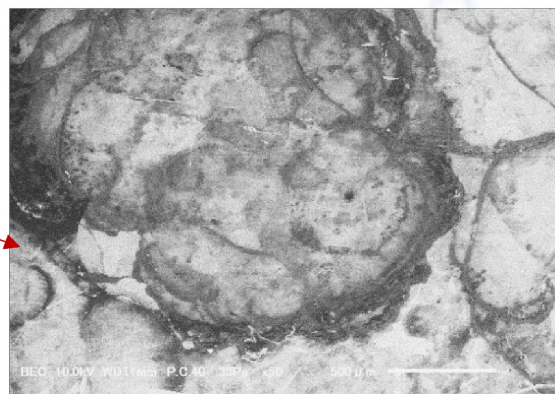

Fig.5 反射電子組成像
■ 走査電子顕微鏡では二種類の像で撮影しています。二次電子像(Fig.4)は表面の凹凸情報が得られますが、反射電子像(Fig.5)で観察することで、より鮮明に汚れを見ることができます。これは反射電子放出率が原子番号に依存するために行われる組成コントラストによるもので、コップと組成が異なるものが付着していることを示しています。